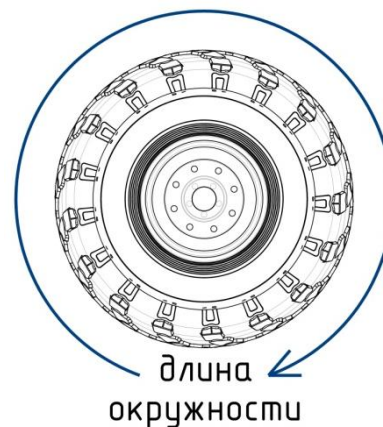

Рис. 10.2 Длина окружности колеса
- Замер длины окружности (рис. 10.2) производится на демонтированном или вывешенном колесе и не ранее, чем через 15 мин после поддувки колеса до давления 0,6 кгс/см².